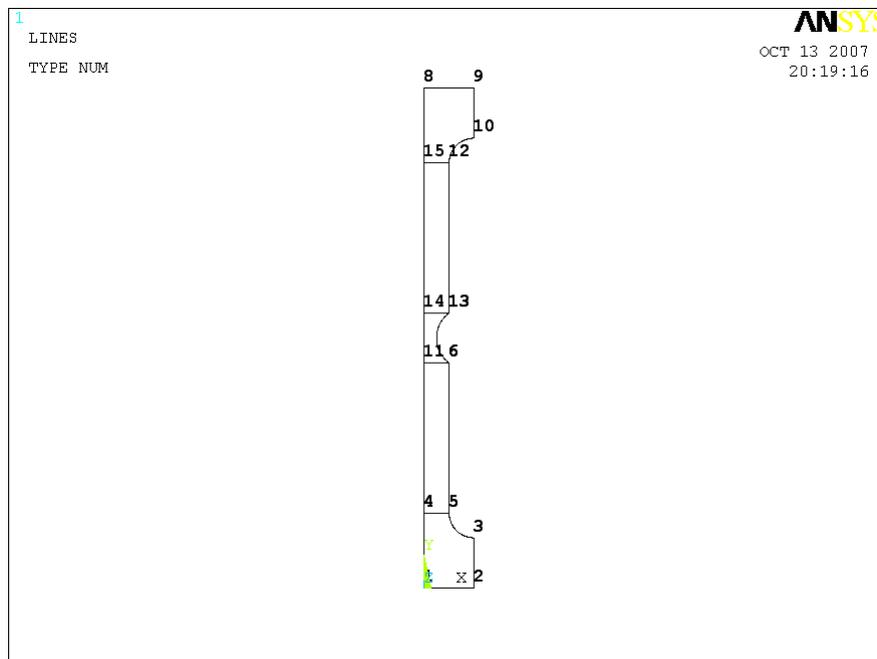

Рисунок 16. Результат построения вспомогательных линий вытягиванием
- нажимаем **OK** (Рисунок 16).
- с помощью второго окна выбора выбираем построенные на предыдущих шагах вспомогательные линии (Рисунок 16);